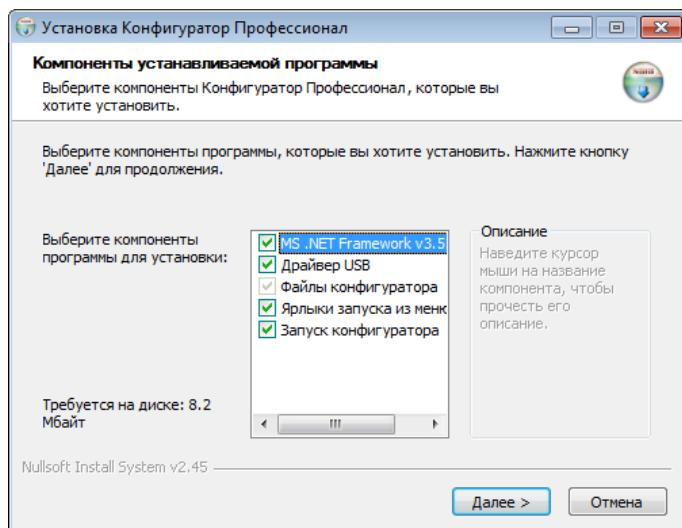

Рисунок 4.1 — Окно *Компоненты устанавливаемой программы*
4. В открывшемся окне оставьте установленными все флагки и нажмите кнопку **Далее >** (см. рисунок 4.1).